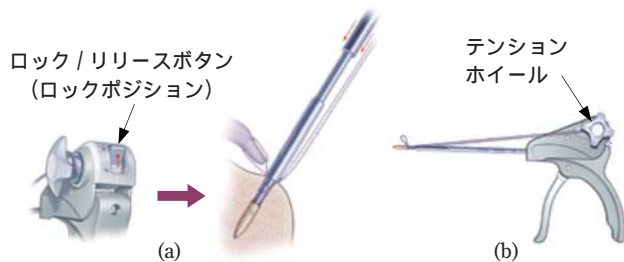

図 3
8. ガンを前方に軽く押ししながら、縫合糸を引いて修復箇所を引き寄せます (図 3(a))。縫合糸に張力をかけた状態でガンのテンションホイールに縫合糸をセットします。縫合糸をテンションホイールにセットするときは、縫合糸の両端に同じ力がかかるようにします。縫合糸をテンションホイールに時計回りに 1 回転させ、1 度強く引いてテンションホイールに巻きつけます (図 3(b))。テンションホイールを時計回りに回転させ、縫合糸にさらに張力をかけていきます。最大で 2 本の縫合糸をテンションホイールにセットできます。